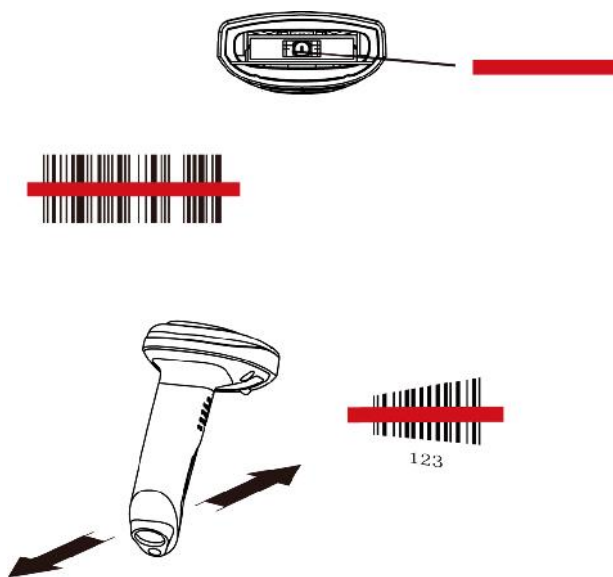

Fig. 1-9
2. Mire o feixe vermelho através do centro do código de barras, conforme mostrado na Fig. 1-9.